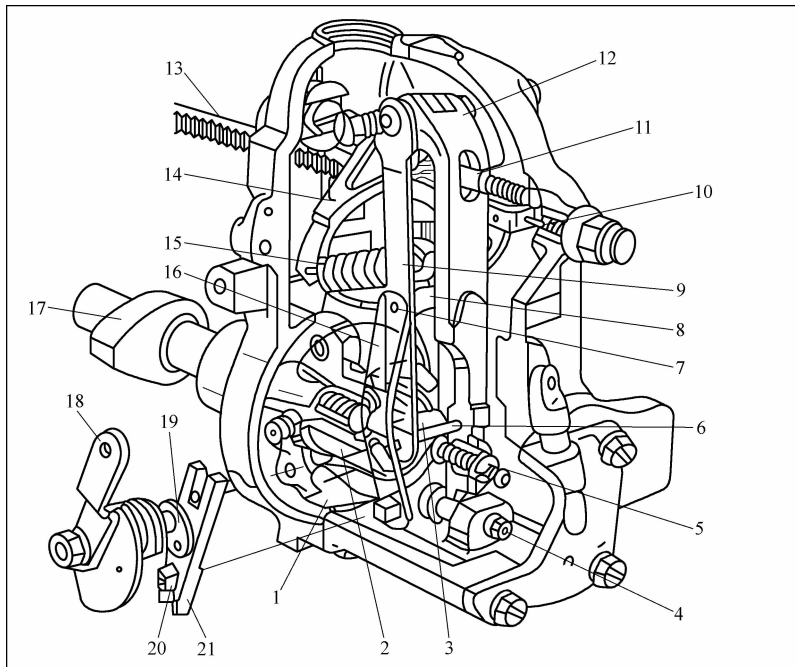

图 1-53 RAD 调速器结构
(1) 工作过程 RAD 调速器结构如图 1-53 所示, RAD 飞块部件装在凸轮轴 17 上,